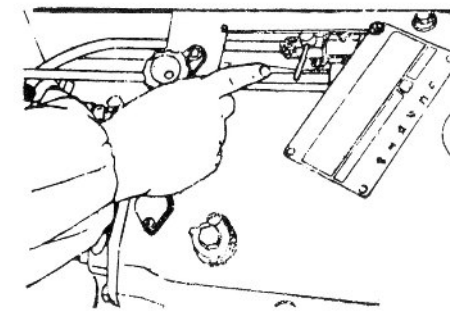

Fig. 4 - Localização da torneira de combustível.
(5) Abra a torneira de combustível que o diesel fluirá por gravidade para a bomba de injeção passando pela mangueira e filtro primário. (Fig.4).